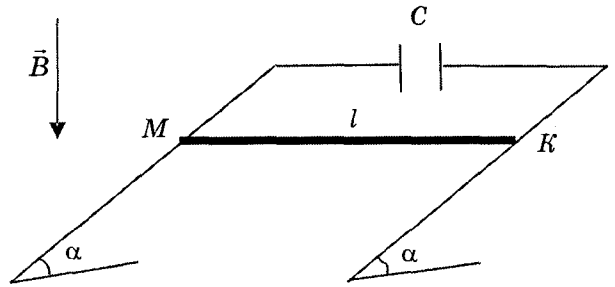

Рисунок 16
**Задача 9.** По двум параллельным наклонно расположенным проводящим стержням, замкнутым на конденсатор ёмкостью  $C$ , скользит проводник  $МК$ , масса которого  $m$ , длина  $l$ . Угол наклона стержней к горизонту  $\alpha$ , коэффициент трения между стержнями и проводником  $\mu$ . Вся система находится в вертикальном однородном магнитном поле индукцией  $\vec{B}$  (рис. 16). Определите ускорение проводника.